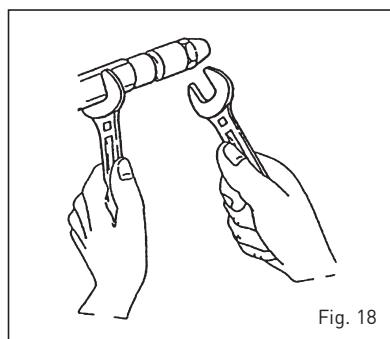

Fig. 18
#### 4.7.3 Remplacement de l'injecteur (fig. 18)
- Bloquer le porte-gicleur en utilisant une clé 19 et dévisser la buse à l'aide d'une clé 16 (fig. 18).